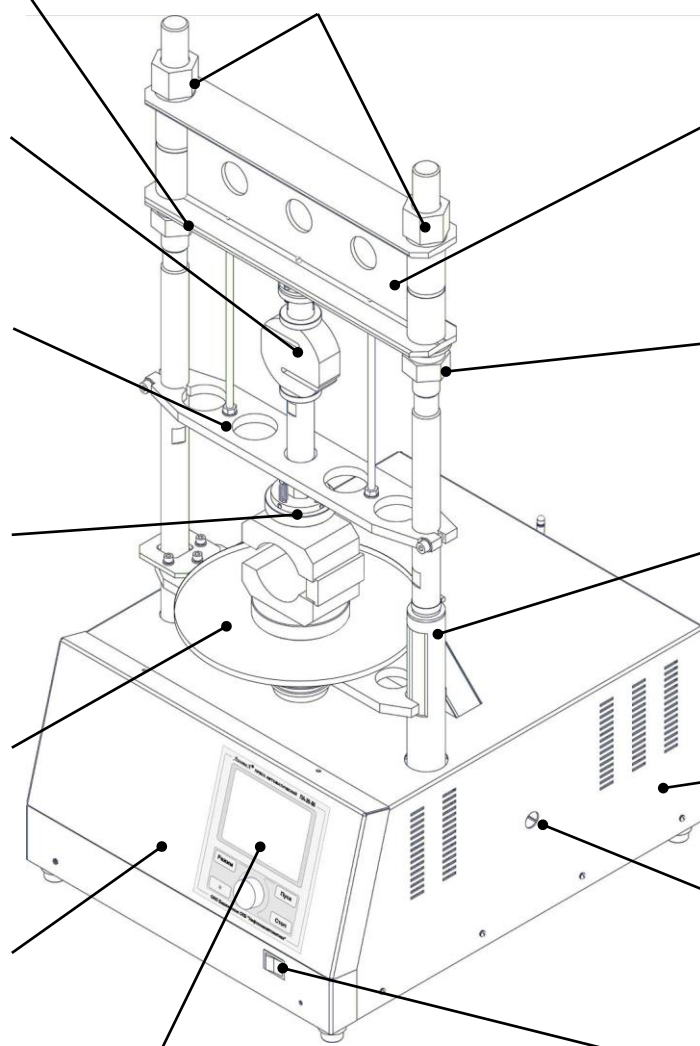

Рисунок 1 – Общий вид прессы
- 8) режим работы – непрерывный. После окончания работы пресс выключается тумблером «Сеть» на лицевой панели пресса (рисунок 1, страница 5).